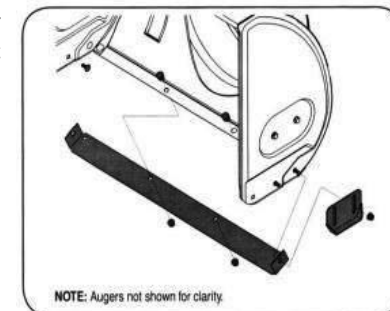

Bild 20
2. Montera nya slitsulor med fyra kroppsbultar (två på varje sida) och sexkantsmuttrar. Se bild 20
2. Montera en ny sickel och se till att kroppsbultarnas ändar blir i var inuti höljet. Dra åt hårt. Se bild 20.